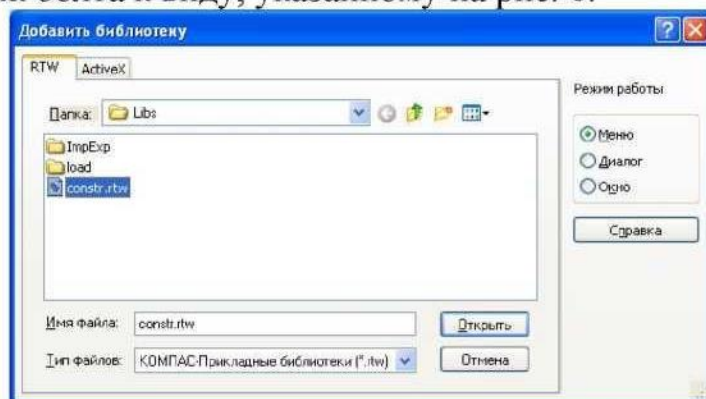

Рис. 2.
5. Подключите конструкторскую библиотеку: выберите пункт меню Сервис – Подключить библиотеку. Появится окно добавления библиотек (рис. 2). Нажмите кнопку открыть. В главном меню появится новый пункт – Библиотеки.